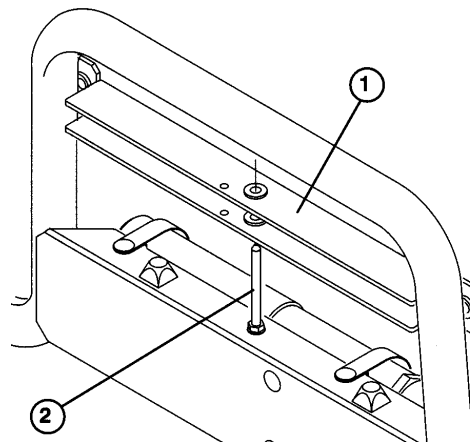

Figure 23
2. Sortir la béquille du goujon de rangement en haut du profilé de soutien de dossier du Workman (Fig. 23).